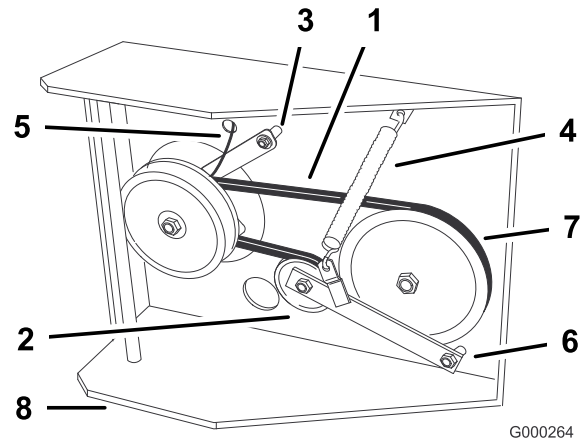

Figura 43
7. Desconecte el soporte del embrague de la carcasa del motor (Figura 43).
8. Desenganche el muelle tensor del lado del bastidor (Figura 43).
12. Instale el muelle tensor entre el brazo tensor y el soporte del bastidor (Figura 43).
13. Monte el soporte del embrague en la carcasa del motor (Figura 43).